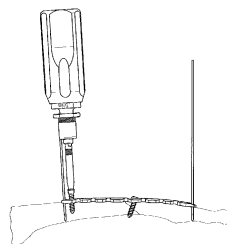

図25
- 14) ヘクスロープ15 パワーピンドライバの后端にトルクリミッター付きハンドルS15を接続します。プレートを骨面に押さえつけながら、ドライバの軸芯を傾けないよう、選択した長さのロッキングスクリューを挿入します。(図25)